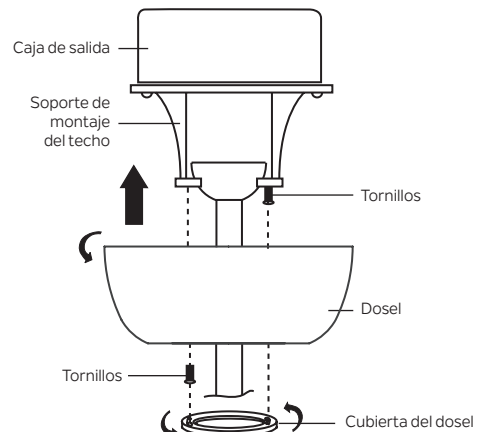

Figura 14
**Paso 2.** Deslice el dosel hacia arriba hasta el soporte de montaje y coloque una de las ranuras del orificio de la llave sobre el tornillo del soporte de montaje. Gire el dosel hasta que la cabeza del tornillo se bloquee en su lugar en la sección estrecha del orificio de la llave. Consulte la figura 14.
**NOTA:** Ajuste los tornillos del dosel según sea necesario hasta que el dosel y la cubierta del florón estén ajustados. (Figura 14)